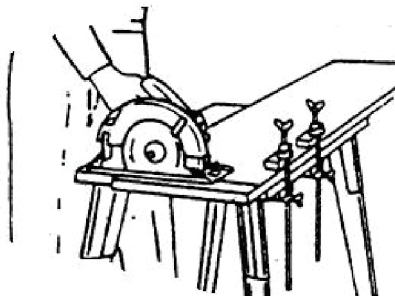

Рис. 4
Предохраняйте Ваши пальцы от травм, связанных с проверкой инструмента перед работой. Держите одной рукой инструмент, а другой – рабочий материал. (Рис. 4)
**Внимание! Очень важно держать рабочий материал правильно, а пилу – прямо, чтобы контролировать весь процесс, который может вызвать травму (см. рис. 4).**